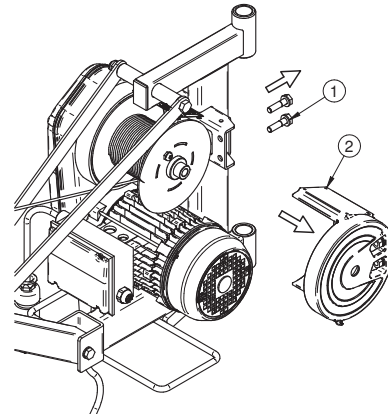

Abb. 4.1
1) Entfernen Sie die Trommel, indem Sie die 2 Schrauben (Ref. 1, Abb. 4.1) abschrauben und die Trommelhalterung (Ref. 2, Abb. 4.1) abnehmen.